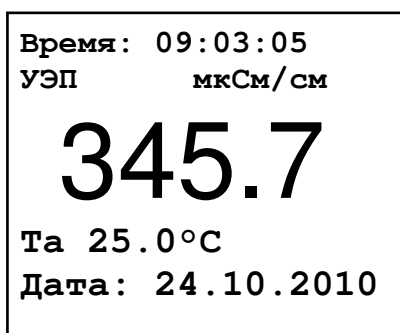

Рисунок 7.3 – Режим отображения «Проводимость»
- «**Проводимость**» – отображение текущих измеренных значений проводимости и температуры в числовой форме (смотри рисунок 7.3);